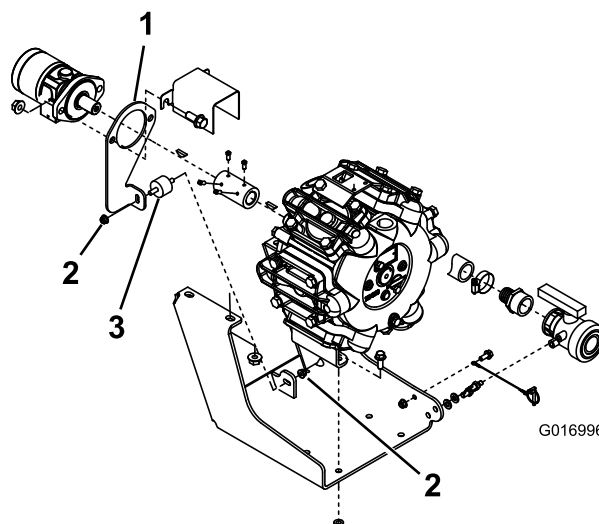

Figura 1
3. Retire las 2 tuercas con arandela prensada que sujetan el amortiguador de goma a la placa de montaje del motor, y retire el amortiguador de goma (Figura 1).